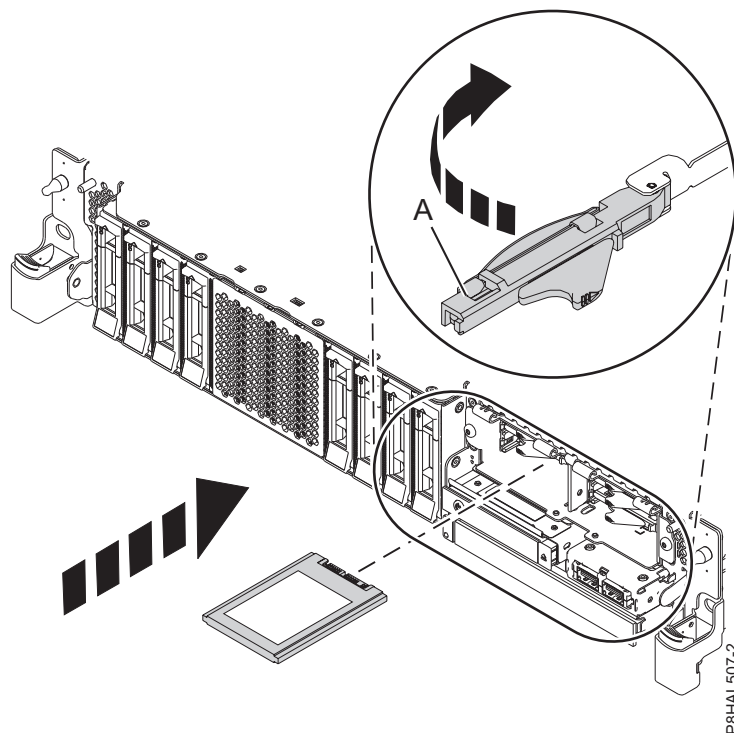

Figura 26. Instal·lació d'una SSD en un sistema de funció expandida
16. Amb la nansa del compartiment d'unitats SSD (A) en posició desbloquejada, feu sortir la palanca per poder accedir a les guies de la ranura SSD. Agafeu la part inferior de l'SSD mentre l'alineeu amb les guies de la ranura SSD. Consulteu Figura 26 a la pàgina 29.
21. Bloquegeu la unitat fent girar la nansa del compartiment (A) en la direcció que es mostra a Figura 26 a la pàgina 29.